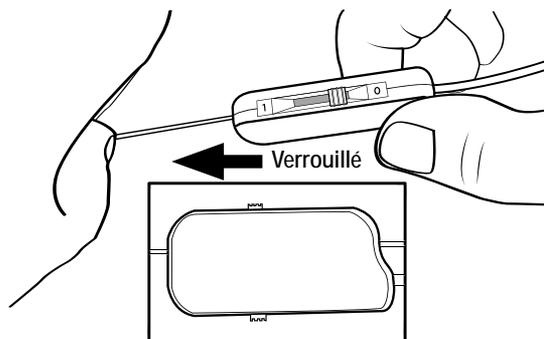

Figure 17. Fixer la sonde DBS dans le connecteur du câble de salle d'opération 1x8.
5. Vérifier que le levier de verrouillage sur le connecteur du câble de salle d'opération est en position (0) ouverte.
6. Une fois le stylet de la sonde en place, faire glisser le connecteur du câble de salle d'opération sur l'extrémité proximale de la sonde DBS (Figure 17). S'assurer que la sonde DBS est bien insérée.
**Remarque :** le stylet de la sonde passera par le trou arrière du connecteur de câble de salle d'opération lorsque la sonde DBS est insérée, comme indiqué dans la Figure 17.
7. Maintenir la sonde DBS en place. Faire glisser le levier de verrouillage en position verrouillée (1) (Figure 17).